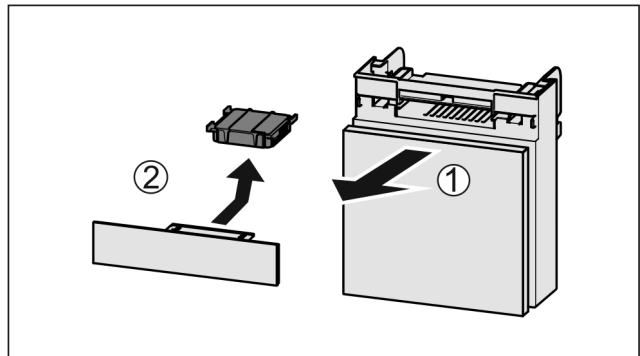

Fig. 225
- Extrageți Fig. 225 (1) compartimentul către înaintea.
- Scoateți Fig. 225 (2) filtrul de cărbune activ.